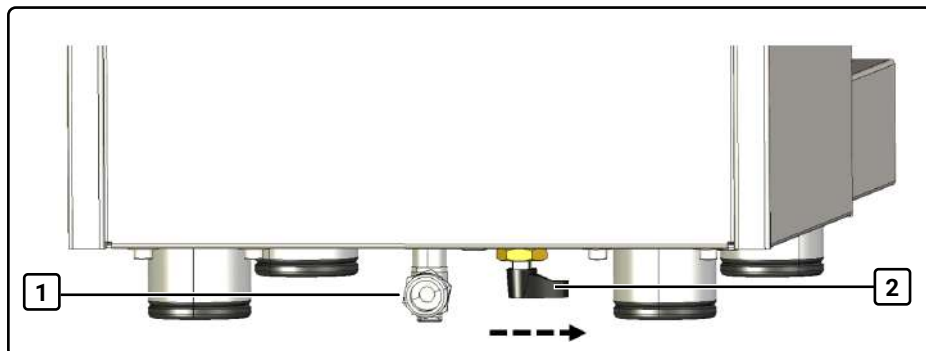

Fig. 4 Vue arrière avec vanne rotative et pièce de raccordement d'eau
1. Tournez la vanne rotative (2, Fig. 4) en position mode réservoir. La vanne est tournée vers l'extérieur de la machine.